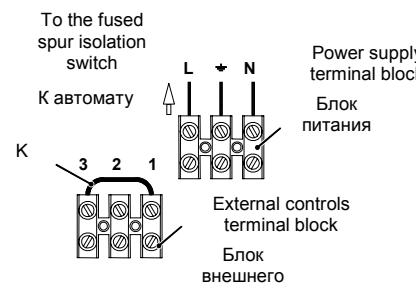

Fig. 5.17
When connecting any type of external control, the jumper K in Fig. 5.17 must be removed.
- 5 Connect the electrical supply flexible cord coming from the fused spur isolation switch to the power supply terminal block of the boiler (Fig. 5.17) keeping the same connections for the live (brown wire) and the neutral (blue wire).
- 5 Подключите кабель питания, идущий от автомата к блоку питания котла (Рис. 5.17), сохраняя правильную фазность: фаза (коричневый провод), ноль (синий провод).